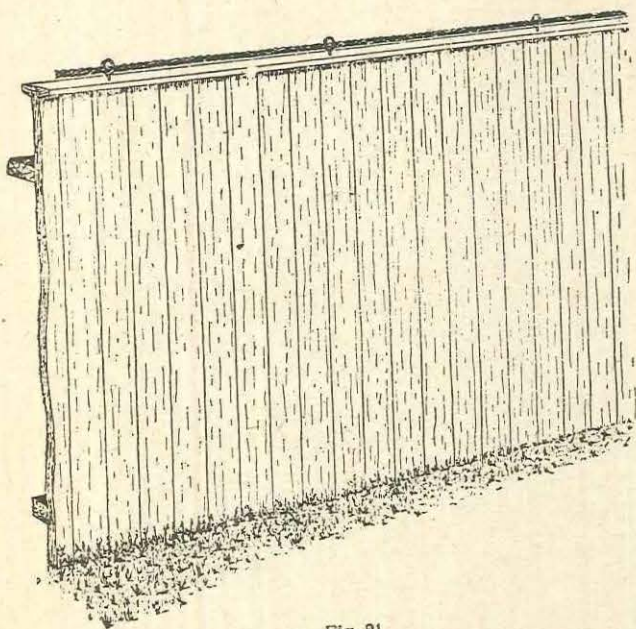

Fig. 21
28.—*En las vallas de madera* se sujetarán los cables con anillas colocándolos en la posición más conveniente. Cuando haya remate superior se colocarán los cables sobre él o inmediatamente debajo (figs. 21 y 22).